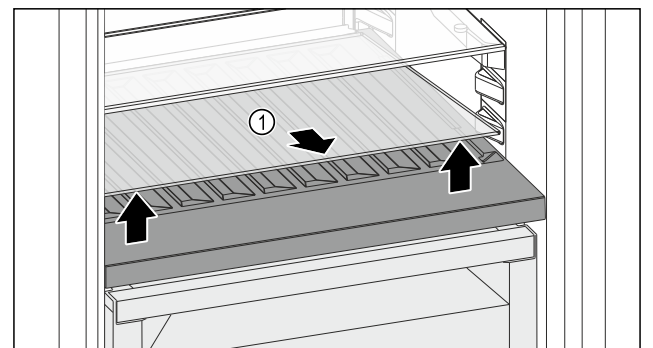

Fig. 149
- ▶ 抬起前部槽上的玻璃隔板 Fig. 149 (1) 并取出。
- ▶ 将玻璃隔板 Fig. 149 (1) 稳妥地放在冰箱外。
- ▶ 将玻璃隔板 (2) 放入可调瓶架下方。